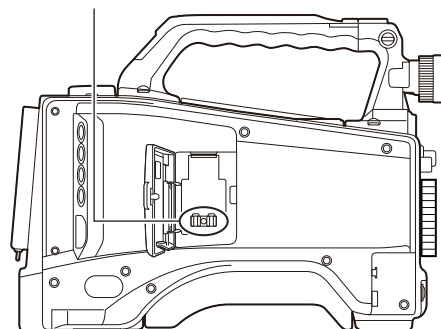

Fig. 2
- 2** Retirez la pièce de fixation du module sans fil de la caméra. (Fig. 2)